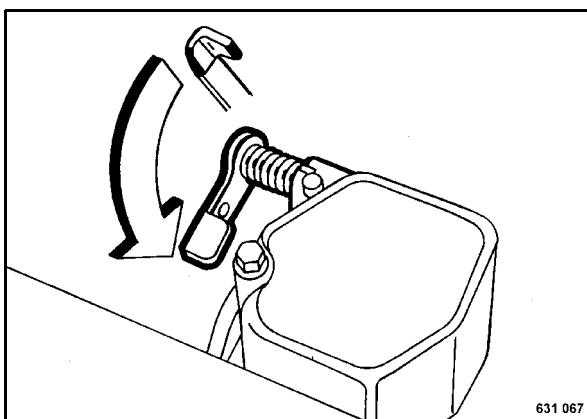

Fig. 23
- Apretar la palanca de descompresión (Fig. 23) hasta el tope en el sentido de la flecha.